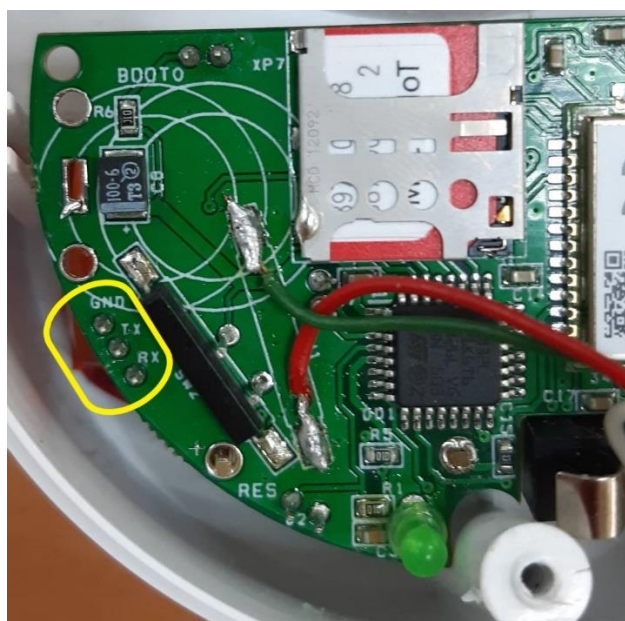

Рисунок 8 – Разъем UART модуля (Tx, Rx, GND)
7.5.1 Подключить устройство через USB – UART преобразователь к ПК (Рисунок 8).